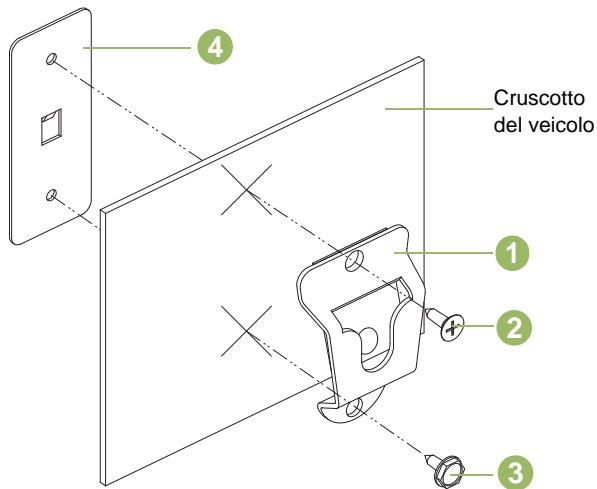

Figura 4.2: Installazione della staffa di montaggio
Fare riferimento alla Figura 4.2 seguente e applicare la clip di aggancio (1) al veicolo utilizzando le due viti autofilettanti e la piastra di fissaggio. Posizionare la piastra di fissaggio (4) dietro al cruscotto. Utilizzare la vite a testa piatta (2) nel foro di montaggio superiore e la vite a testa esagonale con rondella (3) nel foro di montaggio inferiore. Accertarsi che le viti di montaggio siano ben fissate nei fori della piastra di supporto.